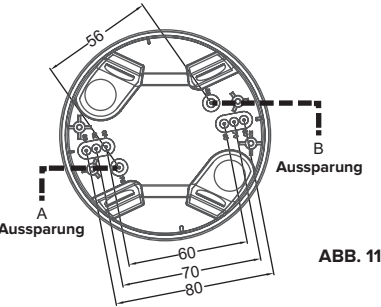

ABB. 11
1. Ermitteln Sie den richtigen Abstand der Befestigungsschrauben im Aufputzgehäuse für die Montage auf einem Lampenanschluss. Zu diesem Zweck sind 2x4 Aussparungen im Gehäuse vorgesehen, die in einem Abstand von 56 bis 80 mm variieren, damit das Gehäuse immer korrekt auf verschiedenen Aufputzdosens montiert werden kann. Wählen Sie dazu ein Loch mit dem gleichen Abstand auf beiden Seiten (siehe auch ABB. 11).